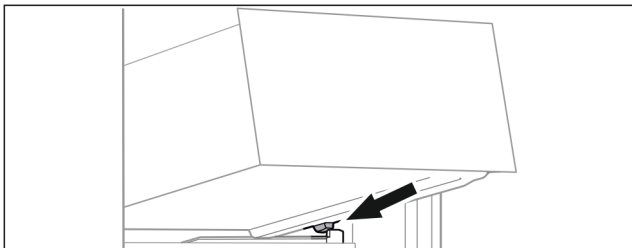

Fig. 85
- ▶ Поставете чекмеджето под ъгъл зад ограничителите върху реброто на съда. (виж Fig. 85)